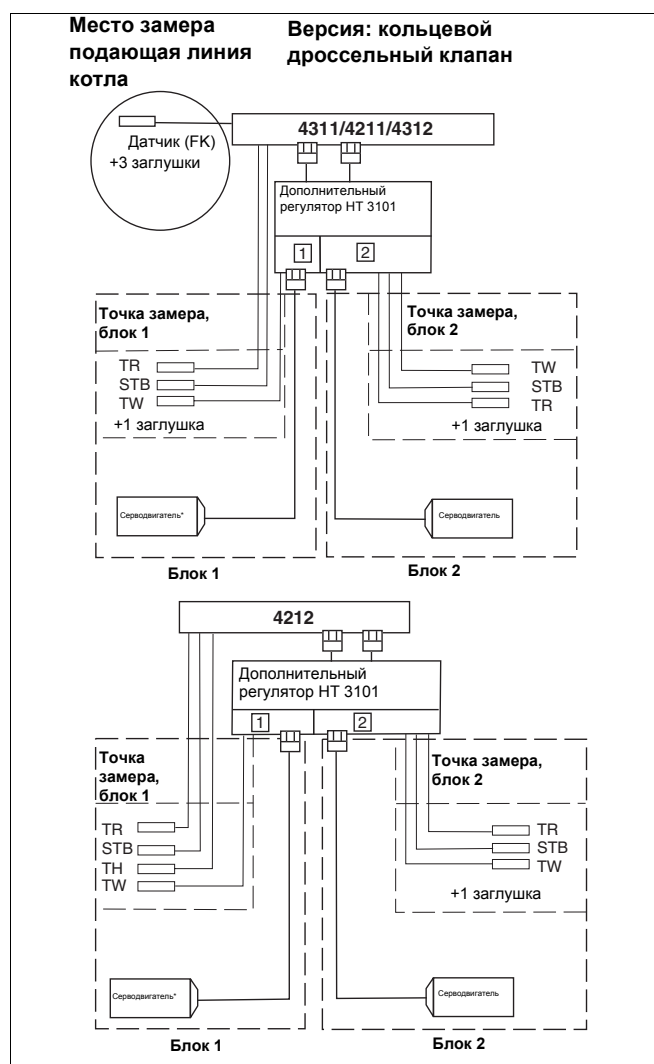

Рис. 64 Схема соединений дополнительного регулятора; версия с кольцевым дроссельным клапаном
- Соединить дополнительный регулятор и кольцевой дроссель-клапан с серводвигателем (правый котловой блок, 2-ая ступень) согласно схеме (рис. 64).
Отдельные датчики регулятора НТ 3101 вставляются вместе с датчиками системы управления в место замера блока 1 (в гильзу) согласно схеме (рис. 64). Датчики (3 датчика и одна заглушка) вставляются в соответствии со схемой (рис. 64) в место замера на блоке 2 (в гильзу).